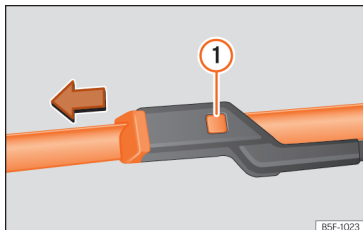

Abb. 190 Scheibenwischerblätter vorne auswechseln.
- Die Entriegelungstaste >>> **Abb. 190** ① gedrückt halten und gleichzeitig das Scheibenwischerblatt vorsichtig in Pfeilrichtung abziehen.